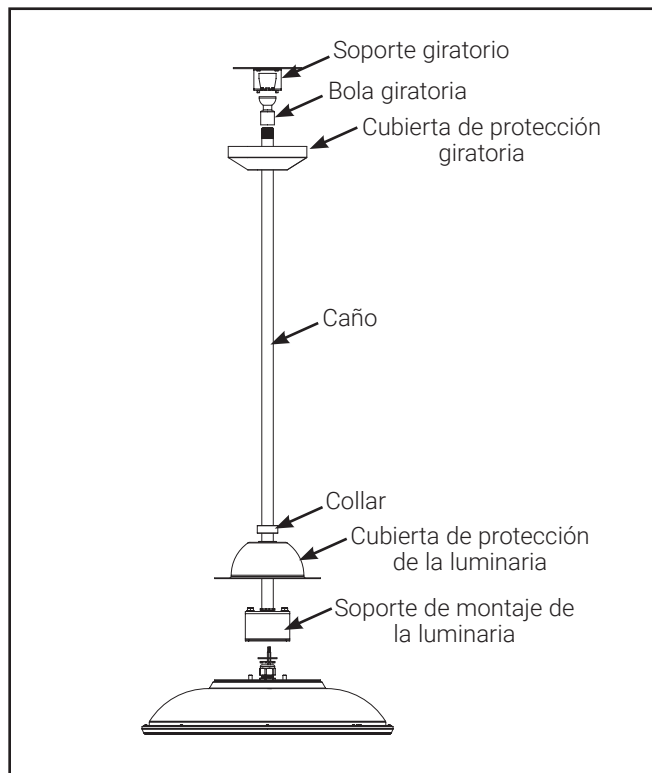

Figure 7
2. Coloque la cubierta de protección de la luminaria, el collar y la cubierta de protección giratoria en el caño, como se muestra en la **FIG. 7**.